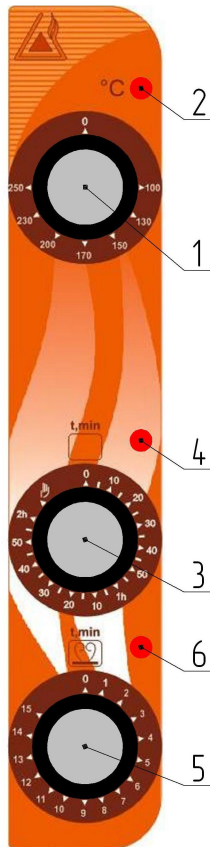

Рисунок 4.
4.2. На лицевой панели размещены органы управления работой коптильни (см. рис. 4):
4.3.2 Предварительно необходимо прогреть камеру коптильни, установив термостатом 1 (рис. 4) температуру от 80° до 200°C в зависимости от продукта копчения, при этом использовать таймер 3 (рис. 4), указав время примерно 15 минут (включается индикаторная лампочка 4).